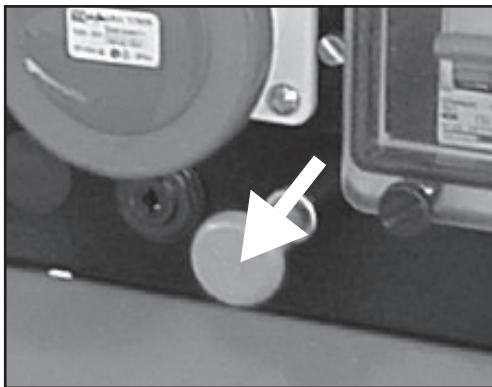

Fig.8
3) Version P9000 – WP230 : tirer la poignée située sur le tableau de bord (voir fig. 8) ; dès que le moteur est complètement éteint, déplacer à nouveau la clé sur la position " OFF ".